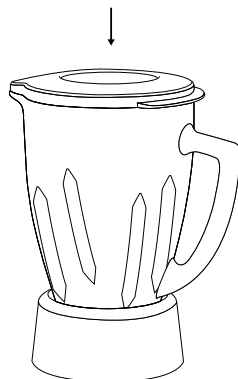

Figura 5
- No retire la tapa mientras el artefacto esté funcionando. Retire la copa de alimentación para agregar ingredientes más pequeños. (Figura 5)